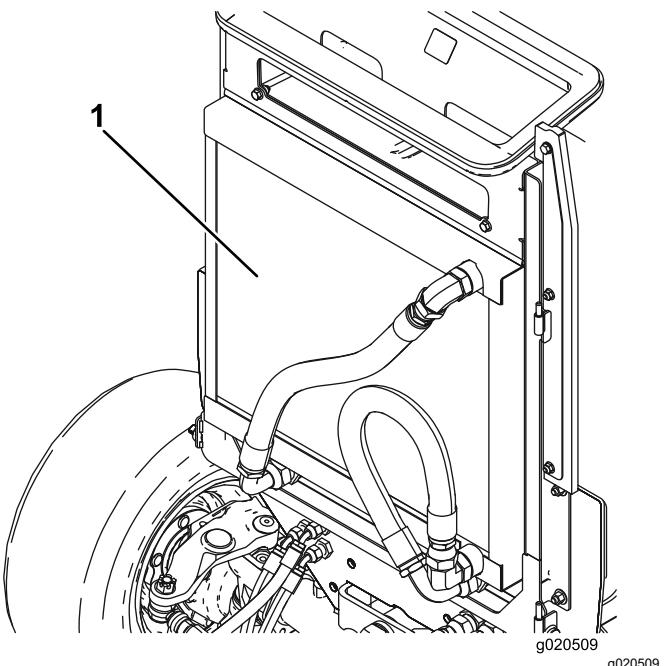

Figura 73
3. Limpie a fondo ambos lados del enfriador de aceite y del radiador con aire comprimido (Figura 73).